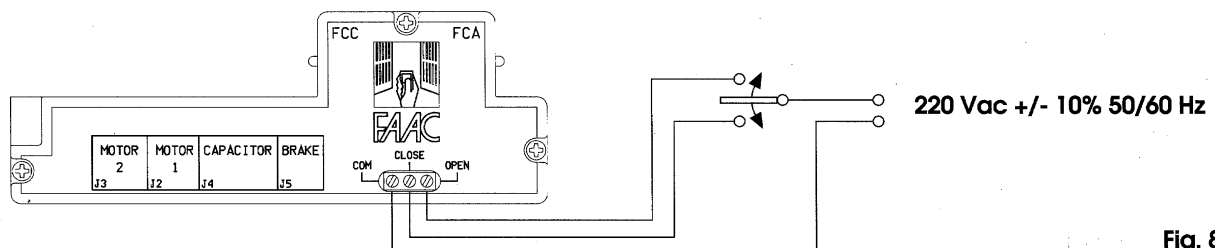

Fig. 8
**ATTENZIONE: IL COMANDO ELETTRICO DI FIG. 8 E' AMMESSO SOLO PER UTILIZZO IN AMBIENTE INTERNO.**